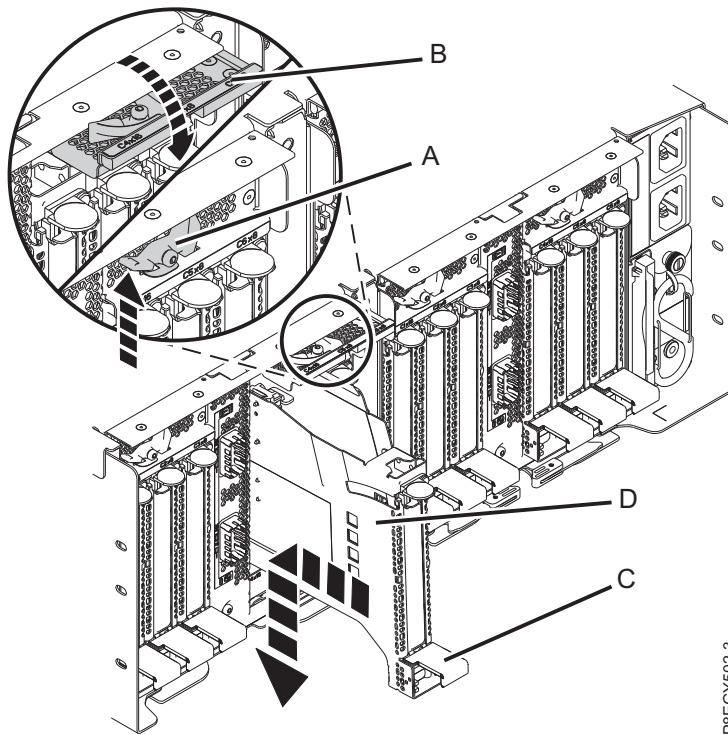

Figura 99. Recolocación de una casete de adaptador PCIe vacía en el cajón de expansión PCIe3
- b. Sujete con cuidado la casete de adaptador (**D**) por el borde superior y alinéela con la ranura. Consulte Figura 99 en la página 98.
- d. Cuando la casete de adaptador PCIe (**D**) esté completamente insertada en la ranura, presione el asa de la casete (**C**) hacia abajo para fijar la casete de adaptador (**D**) en su conector. Consulte Figura 99 en la página 98.
- e. Haga girar la puerta del mecanismo de cierre (**B**) hacia abajo y presiónela para situarla en la posición de cerrado, como se muestra en la Figura 99 en la página 98. La palanca del mecanismo de cierre (**A**) quedará fijada automáticamente.